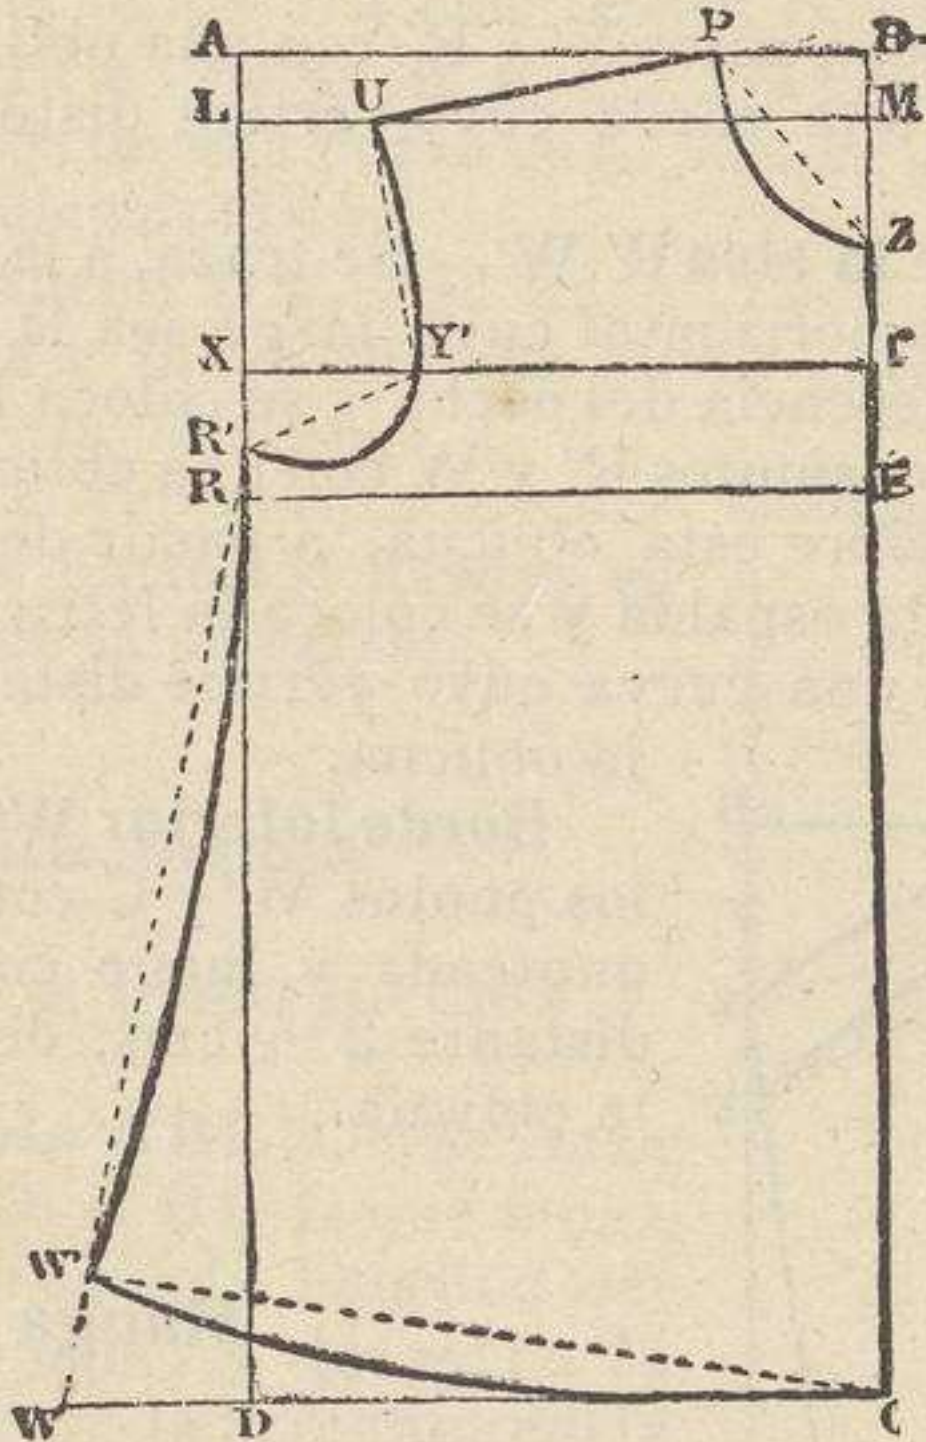

Fig. 101 ( $\frac{1}{10}$  del tamaño real).—Delantero de la camisola.
**Rectángulo ABCD.**—Se traza un rectángulo ABCD (fig. 101) cuya longitud sea el largo del delantero más la mitad del mismo, y cuyo ancho sea la cuarta parte de la circunferencia del pecho más 6 cms.